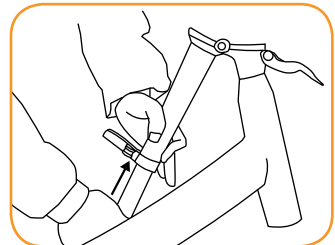

fig. 5.5
7. Optioneel: Schuif de stuurstang in (fig. 5.5)